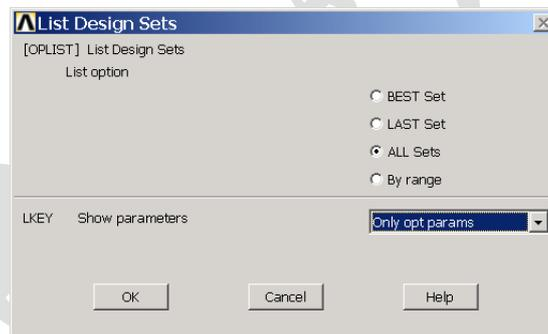

图12.19 列表显示设计序列对话框
(1) 单击 **Main Menu>Design Opt>Design Sets>List** 菜单，弹出如图 12.19 所示的对话框。在此对话框中，用户可以选择显示最佳序列 (**BEST Set**)、最后序列 (**LAST Set**)、所有序列 (**ALL Sets**) 等。